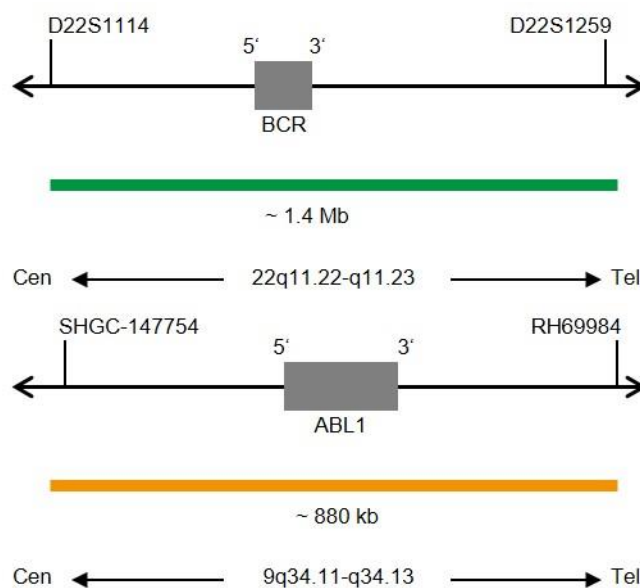

Fig. 1 Cima: SPEC BCR Mapa da sonda; Baixo: SPEC ABL1 Mapa da sonda Mapa da sonda (sem escala)
- Polinucleótidos (~12 ng/μl) com marcação ZyGreen (excitação 503 nm/emissão 528 nm), dirigidos ao mapeamento de sequências alvo em 22q11.22-q11.23\* (chr22:23,000,029-24,431,064) contendo o gene BCR (ver Fig. 1).
- Polinucleótidos (~6 ng/μl) com marcação ZyOrange (excitação 547 nm/emissão 572 nm), dirigidos ao mapeamento de sequências alvo em 9q34.11-q34.13\* (chr9:133,223,081-134,103,849) contendo o gene ABL1 (ver Fig. 1).